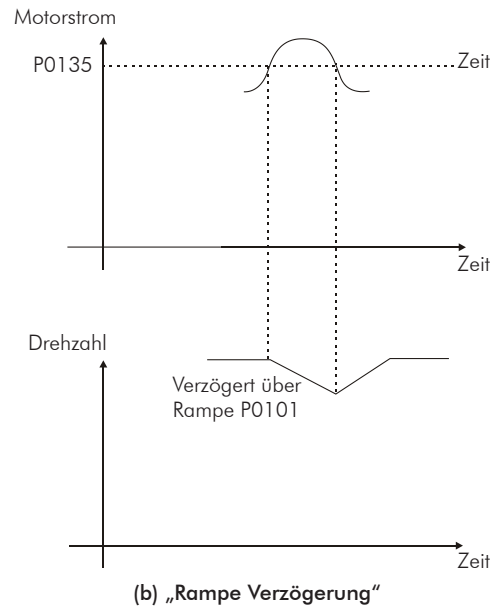

Abbildung 9.9: (a) und (b) - Strombegrenzung über P0135 Arbeitsmodi
- ☑ Arbeitet: Wenn der Motorstrom den in P0135 eingestellten Wert während der Beschleunigung oder Verzögerung überschreitet, wird die Drehzahl nicht mehr erhöht (Beschleunigung) oder verringert (Verzögerung). Wenn der Motorstrom einen Wert unter P0135 erreicht, wird der Motor wieder beschleunigt oder verlangsamt. Siehe Abbildung 9.9 auf Seite 9-10 \(a\).
- ☑ Arbeitet: Wenn der Motorstrom den in P0135 eingestellten Wert überschreitet, wird der Eingang der Drehzahlrampe auf Null gesetzt und eine Verzögerung erzwungen. Wenn der Motorstrom einen Wert unter P0135 erreicht, wird der Motor wieder beschleunigt. Siehe Abbildung 9.9 auf Seite 9-10 \(b\).